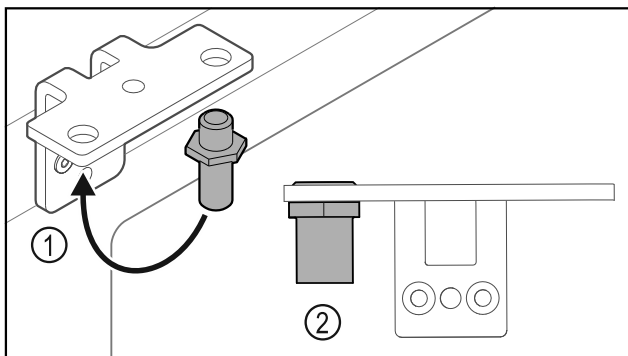

Fig. 33
- Premiestnite čap Fig. 33 (1) v uholníku závesu.
- Uťahnite čap Fig. 33 (2) **ťahovacím momentom 12 Nm**.